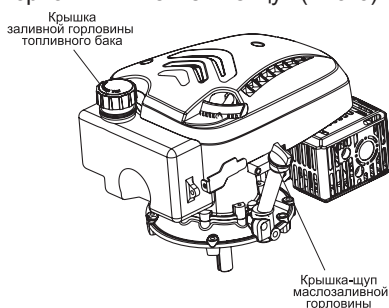

Рис. 9 Расположение крышки-щупа маслосазливной горловины и крышки топливного бака
2. Открутите крышку-щуп маслосазливной горловины и извлеките щуп (Рис. 9).